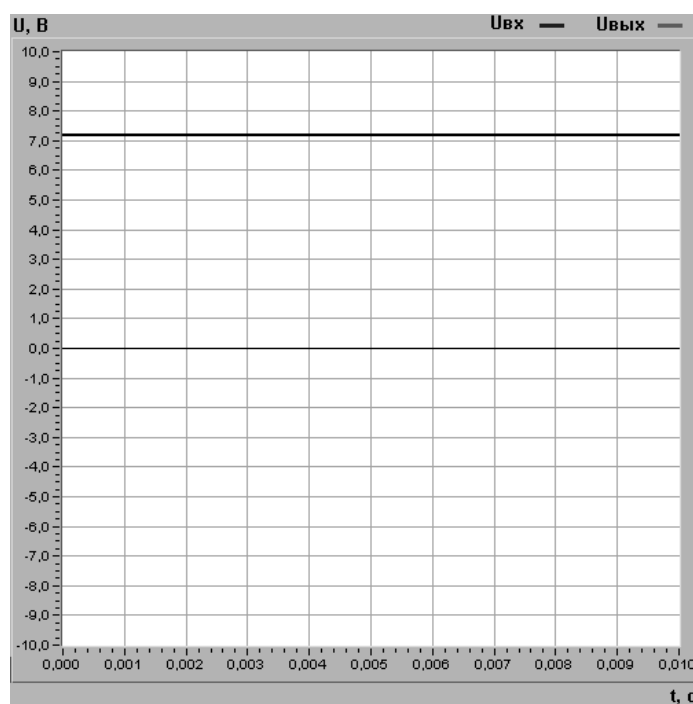

Рис. 6. Временные диаграммы входного и выходного сигналов инвертирующего усилителей
4.1.1 Скопировать осциллограммы входного и выходного сигналов в рис.6.